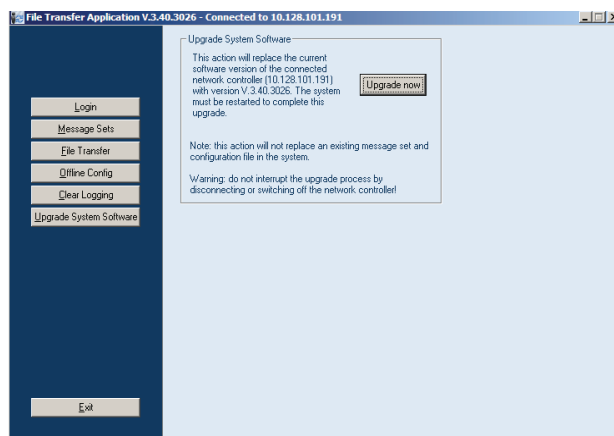

Abb. 36.5: File Transfer Bildschirm
- 1 Klicken Sie auf die Schaltfläche *Upgrade system software*. Es wird ein Bildschirm angezeigt, der dem in Abb. 36.5 ähnelt.